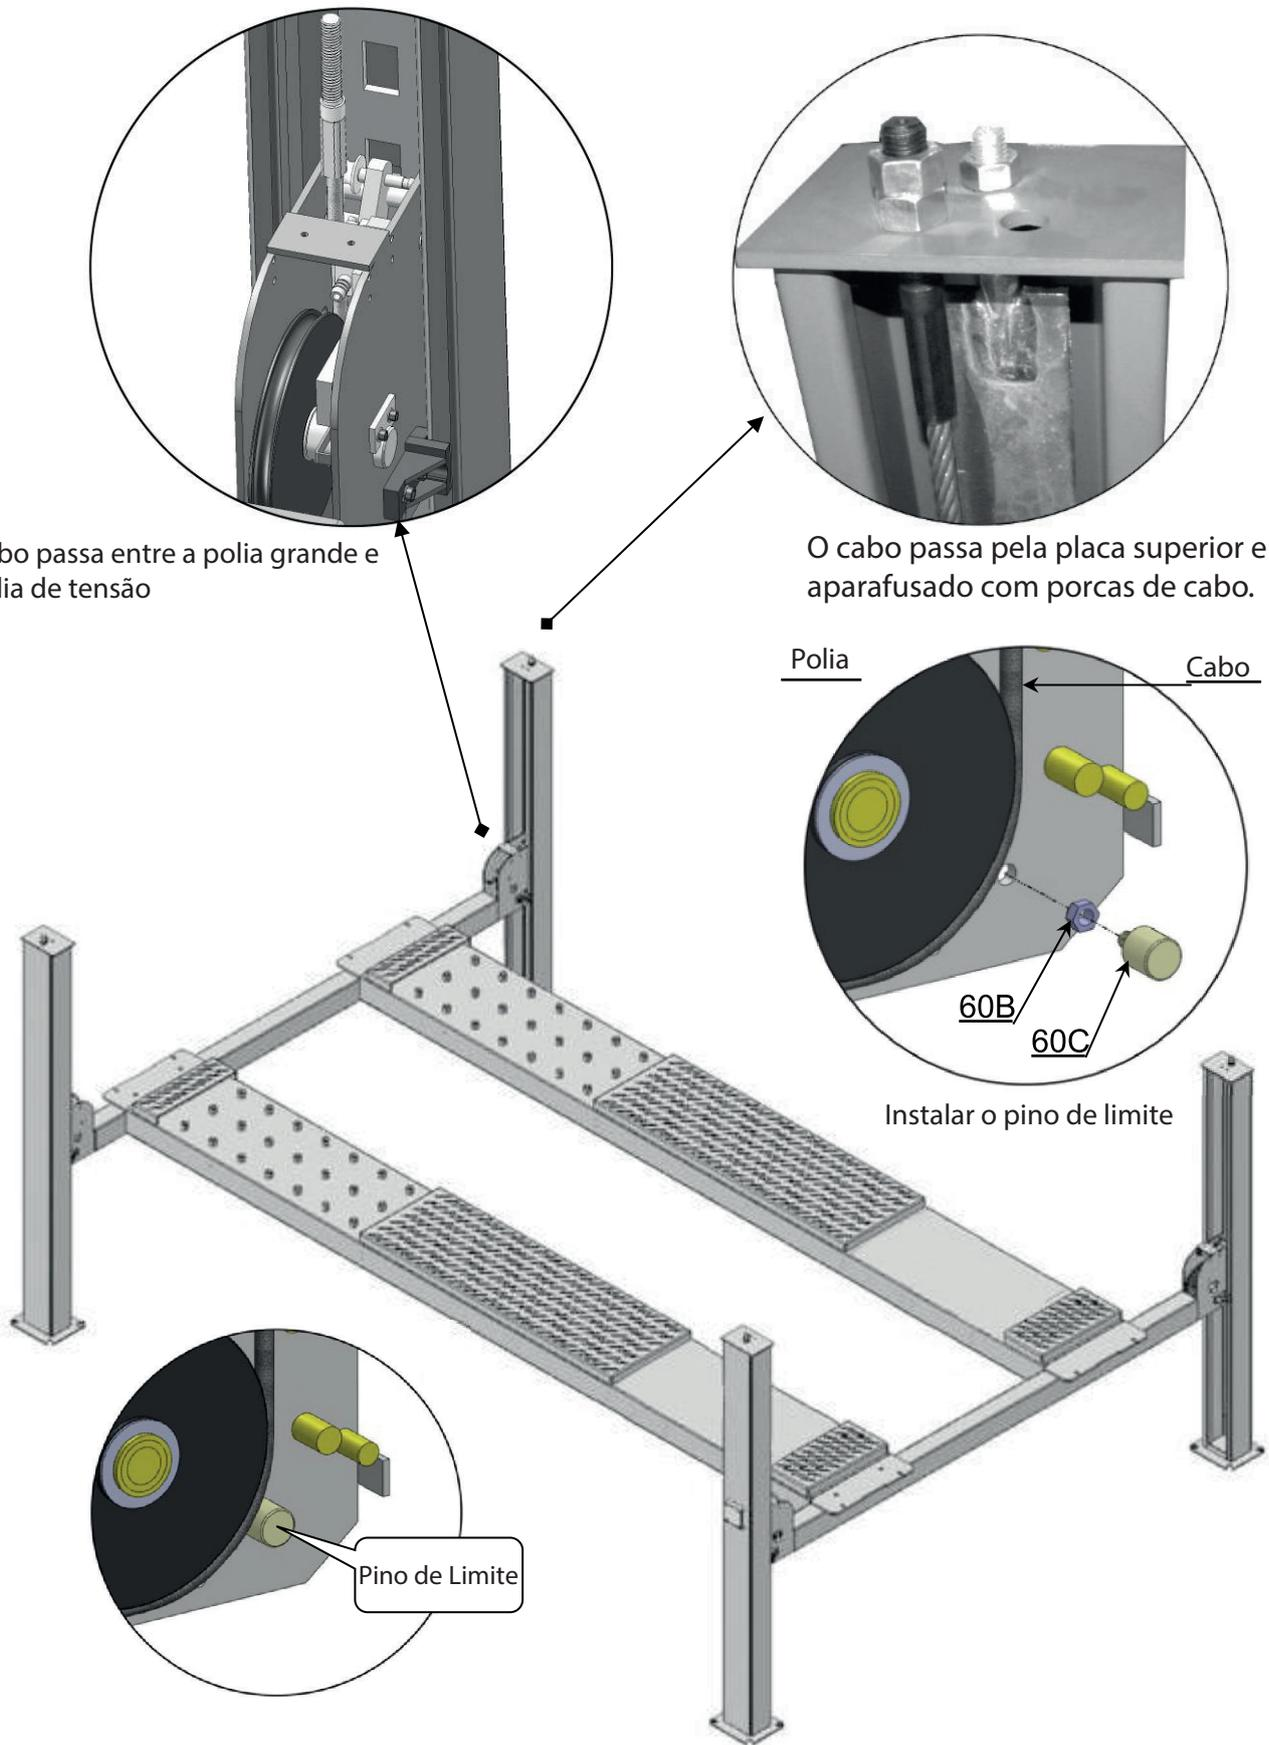

Fig.21
2. O cabo passa através do feixe transversal para a placa superior das colunas e é aparafusado com porcas de cabo (Ver Fig. 21).